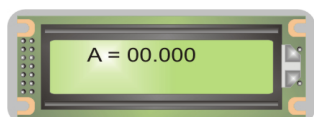

Рис. 4.1. Вид ЖКИ БУК при вводе градуировочных коэффициентов.
4.3. Нажать кнопку «5», затем «ВВОД», при этом на ЖКИ БУК откроется окно для ввода численного значения коэффициента A (см. рис. 4.1), при этом мигающий курсор указывает разряд числа, который будет отредактирован при очередном нажатии цифровой кнопки.